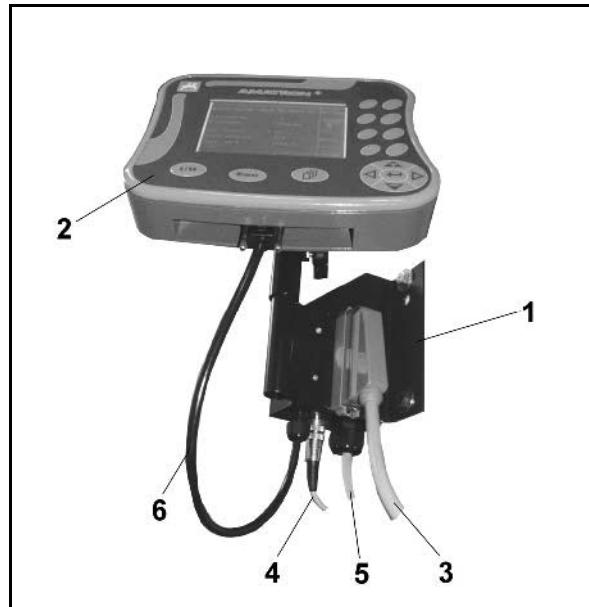

Fig. 1
**Grundutrustningen (Fig. 1/1) (konsol med fördelare) ska monteras i förarhytten inom nära räckhåll från föraren och i förarens siktfält, den får inte utsättas för vibrationer och måste vara ordentligt jordad i hytten. Avståndet till radio eller radioantenn ska vara minst 1 meter.**
Hållaren med instrument (Fig. 1/2) skjuts på konsolens rör.
Anslut stick-kontakten (Fig. 1/3) från det tillkopplade redskapet.
**Endast UF 01:** Signalkabeln (Fig. 1/4) från hastighetssensorn (sensor X) eller signaluttaget på traktorn ansluts till uttaget på konsolen.
Batterianslutningskabeln (Fig. 1/5) ansluts till traktorns batteri.
Stick-kontakten för anslutningskabeln (Fig. 1/6) ansluts till det mittra 9-poliga uttaget på instrumentet (Fig. 2/1).